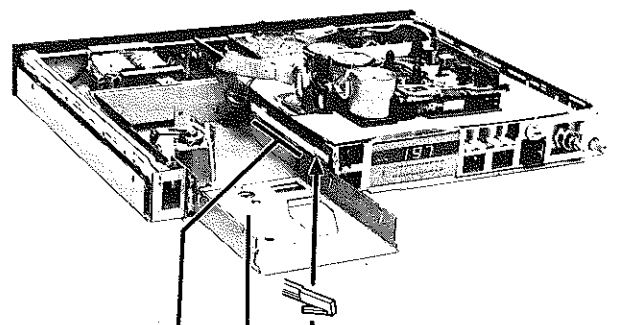

Fig. 7a
- Retirer le tiroir cassettes jusqu'à la butée (Fig. 7a)
Pour le remontage, introduire le tiroir dans son logement jusqu'à ce que le levier de verrouillage se bloque (le téton de la glissière 28 s'engage derrière le guide 31). Veillez à ce que le rail de guidage droit q (équerre) (Fig. 7a) s'engage bien dans la rainure du guide 31.